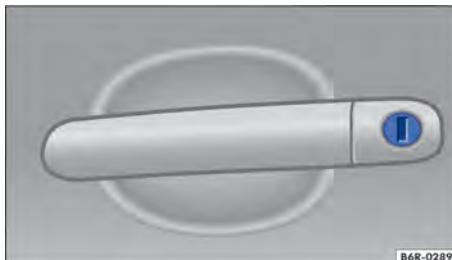

Fig. 47 Maçaneta da porta do condutor com cilindro de fechadura.
- Introduzir a haste da chave no cilindro da fechadura e destrarar ou travar o veículo → Fig. 47.